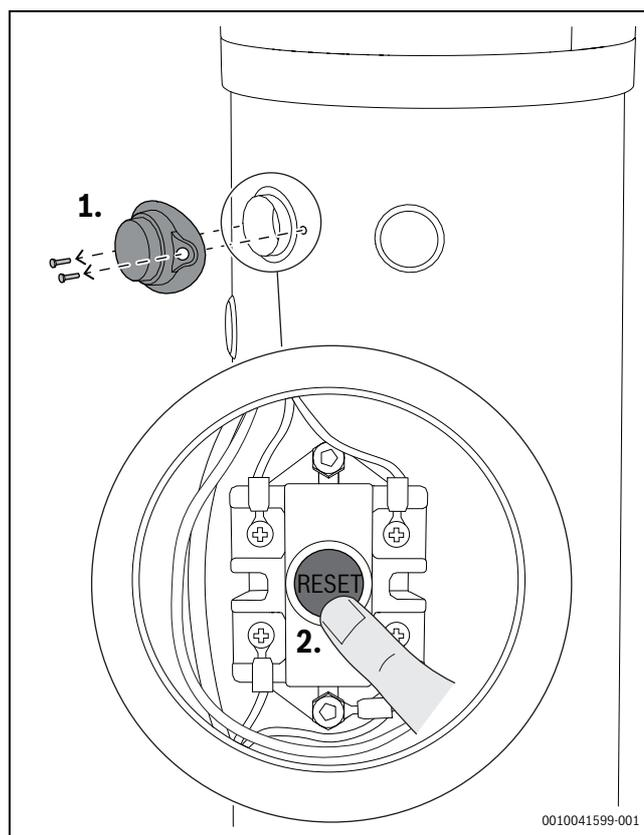

Fig. 32 Ripristino del termostato
- ▶ Togliere il cappuccio di copertura di plastica, svitando le viti di fissaggio (operazione 1, Fig. 32)
- ▶ Resettare manualmente il termostato di sicurezza (operazione 2, Fig. 32)